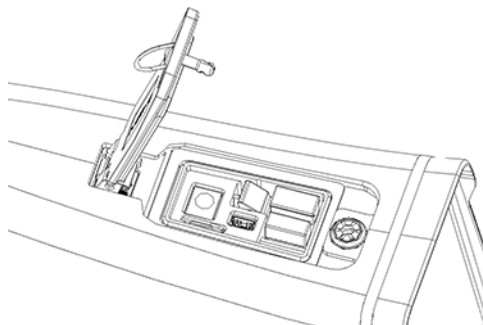

Рис. 3-2 Крышка открыта
2. Откройте крышку (см. Рис. 3-2 на стр. 52).